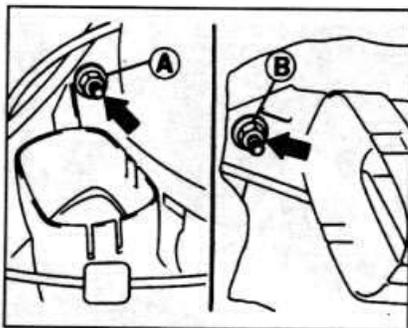

Рис. 3.39. Левая (А) и правая (В) гайки крепления отопителя.
- Отвинтите две гайки и снимите отопитель, сдвигая его вниз и в сторону (см. рис. 3.39).